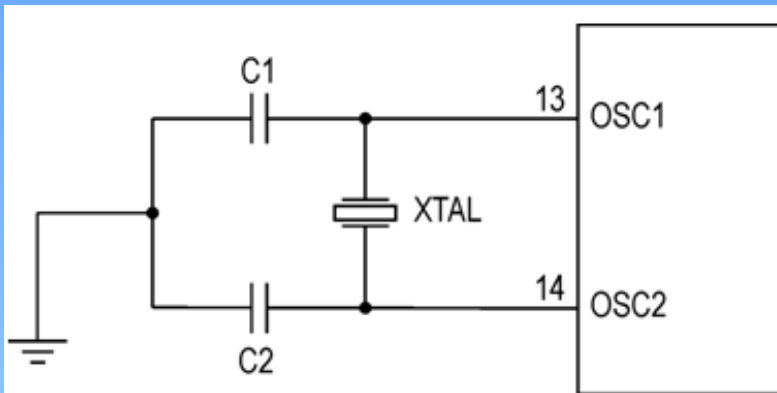

Figura 1.4: Oscilador a cristal.
- Figura 1.4: Oscilador a cristal